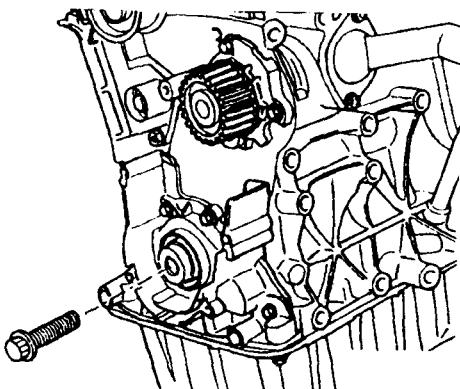

图 1-20
②使用油封提取器前，用手将中央螺栓在曲轴上拧牢（图 1-20）。
③将油封提取器 3203 内部件旋出六圈（约 14mm）并用滚花旋钮固定。